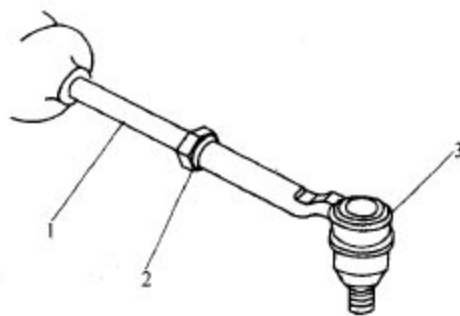

图 1-8 前轮前束的调整
B). 如图 1-8 所示，松开拉杆上的六角螺母，旋转转向横拉杆轴以得到合适的前束角。